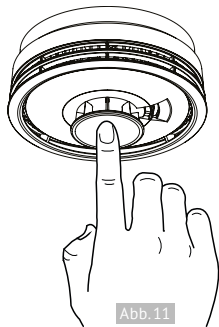

Abb. 11
6. Halten Sie den Testknopf 3–5 Sekunden lang gedrückt (siehe Abbildung 11). Dabei blinkt die grüne LED und der Alarm ertönt (mit anschwellender Lautstärke bis >85 dBA). Lassen Sie den Testknopf los und entfernen Sie sich zügig vom Rauchwarnmelder (mindestens 1 m Abstand). Entfernen Sie auch bewegliche Objekte wie Leitern aus dem Umfeld des Geräts.